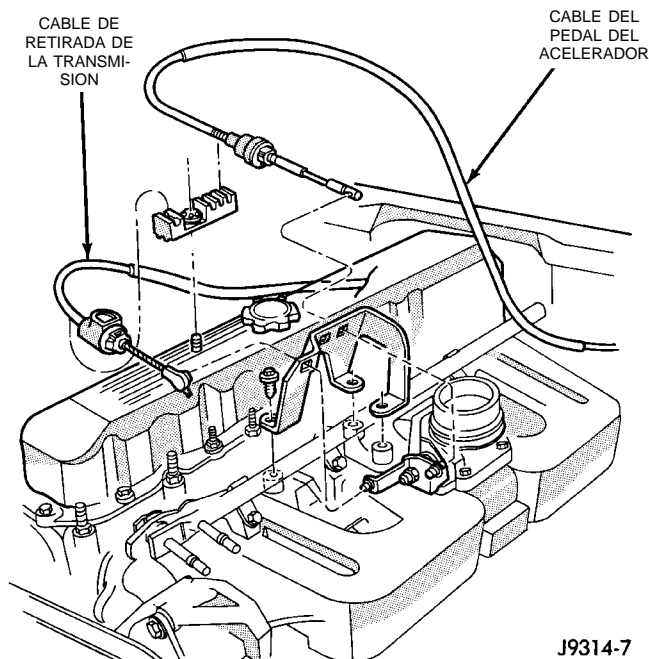

Fig. 41 Recorrido del cable de mariposa—Motor de 4.0L
(4) Motor de 4.0L: Retire el cable del collarín situado en la tapa de válvulas del motor (Fig. 41).